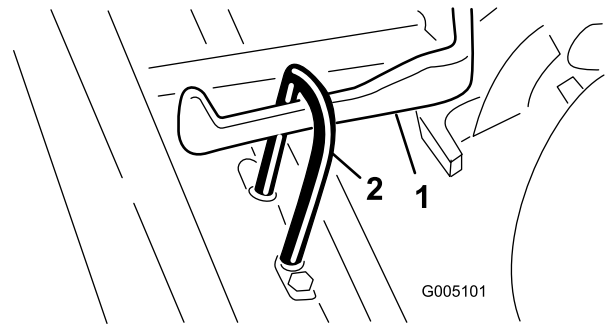

图 6
2. 将滚刀组滑到牵引架下同时将吊钩滑到提升臂上 **图 6**。